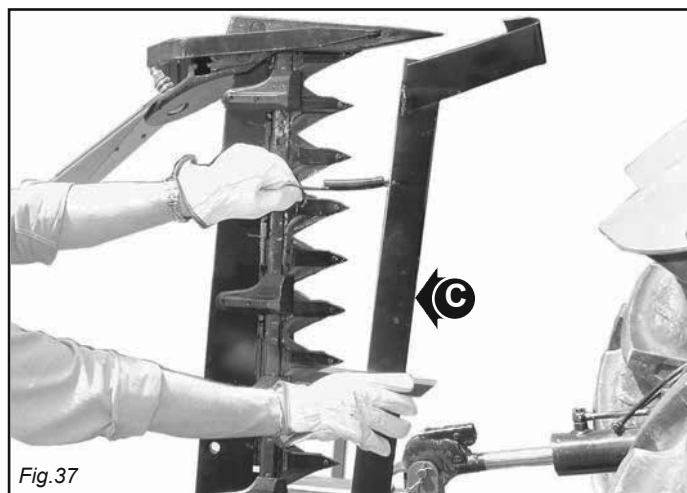

Fig. 37
- Inserire la protezione alle lame taglienti ed alla scarpa esterna (C, Fig. 37).